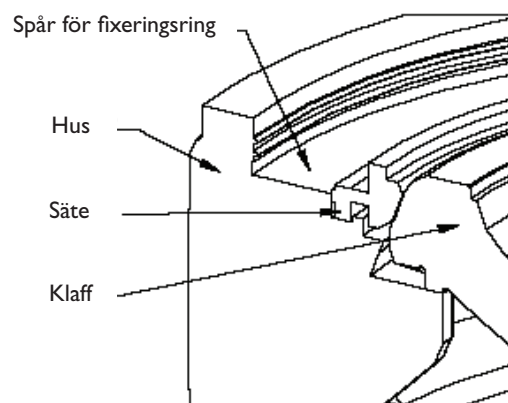

FIG 3
b. Sätt in sätet i sätesspåret. Sätet ändrar form något eftersom det sitter med grepppassning (fig. 3).